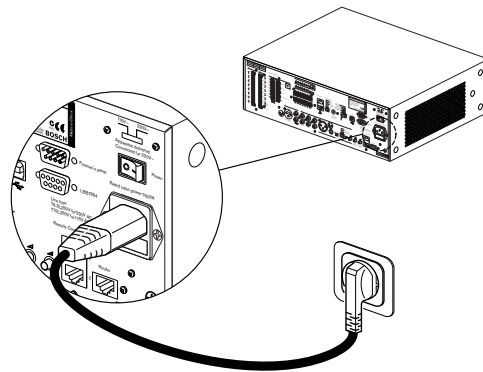

Bild 5.17 Anschluss an das Netzkabel
3. Schließen Sie ein lokal zugelassenes Netzkabel an den Voice Alarm Controller an (siehe *Bild 5.17*).
4. Stecken Sie das Netzkabel in eine lokal zugelassene Netzsteckdose (siehe *Bild 5.17*).